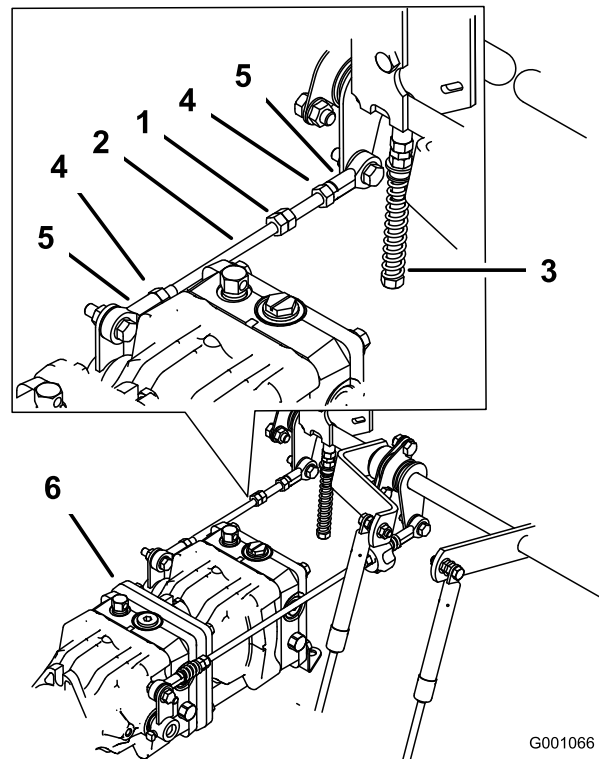

Figure 78
1. Desserrez les contre-écrous sur les rotules de la tige de commande de la pompe (Figure 78).
3. Réglez la longueur de la tige de pompe en tournant les doubles écrous dans le sens voulu, jusqu'à ce que la roue soit immobilisée ou tourne légèrement en marche arrière (Figure 78).
6. Serrez les contre-écrous contre les rotules (Figure 78).